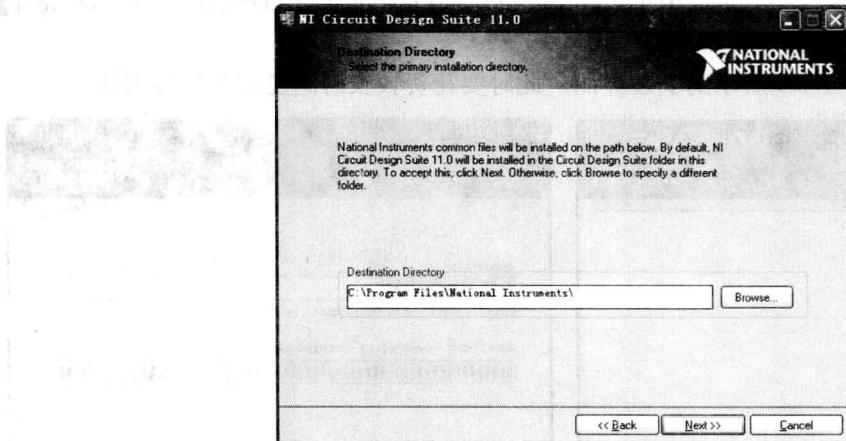

图 1-1-4 “Destination Directory”
(3) 如果序列号输入正确，将可以进行 NI Multisim11 的下一步安装。单击【Next】按钮，直到弹出如图 1-1-4 所示的“Destination Directory”(安装位置选择)对话框，系统默认的安装位置为“C:\Program Files\National Instruments\”，选择安装位置后，单击【Next】按钮继续。